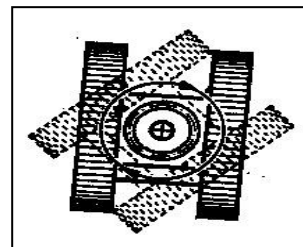

FIG. 4-10
b) Virați la dreapta (ca în FIG. 4-10): Trageți maneta din dreapta spre spate și maneta din stânga spre față.